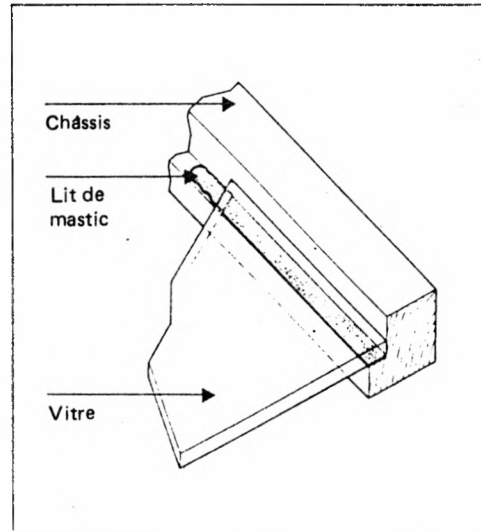

FIG. 9-1 APPUYEZ FERMEMENT LE REBORD DE LA FENÊTRE DANS LE LIT DE MASTIC
9.3.1 Fenêtres de bois (Voir aux Fig. 9-1 à 9-3)